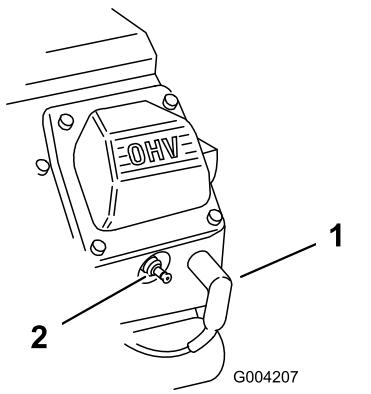

Рисунок 35
- Снимите провода со свечей зажигания (Рисунок 35).
3. Наденьте провода на свечи зажигания (Рисунок 35).